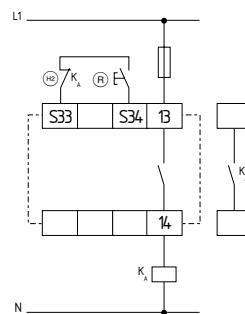

Abb. 8
**Einkanalige Ansteuerung mit Rückführkreis (siehe Abb. 8)**